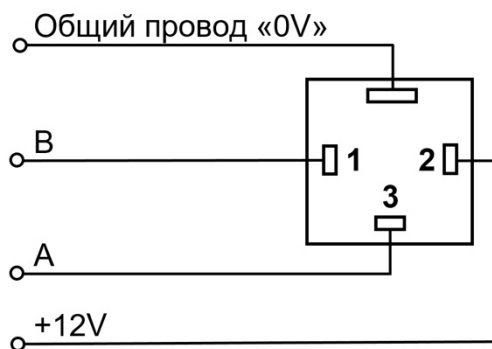

Рис.2. Схема «распайки» кабеля (вид со стороны «распайки» розетки) для подключения ДВ2ТС-В.
5.5 Схема распайки кабеля для подключения преобразователя к сети приведена на рис.2.